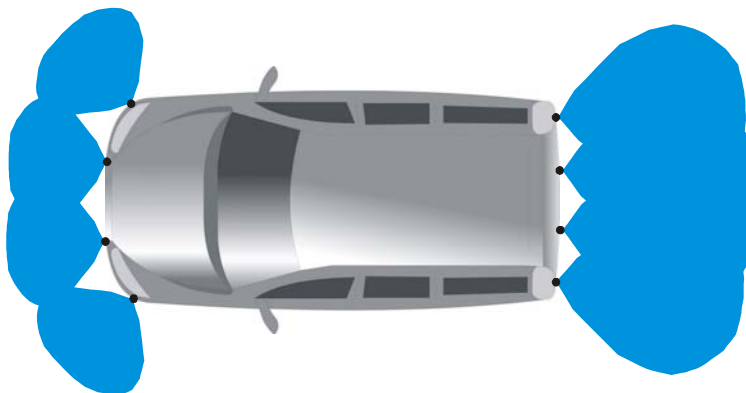

Рис.13
7.7 Необходимо учитывать, что между соседними датчиками существуют т.н. «горизонтальные мертвые зоны». На рис. 13 видно, что между синими зонами обзора каждого датчика есть белые зоны. Это и есть «горизонтальные мертвые» зоны. Если в эту область попадет тонкий вертикальный предмет, то система будет не в состоянии его обнаружить. Необходимо это учитывать.